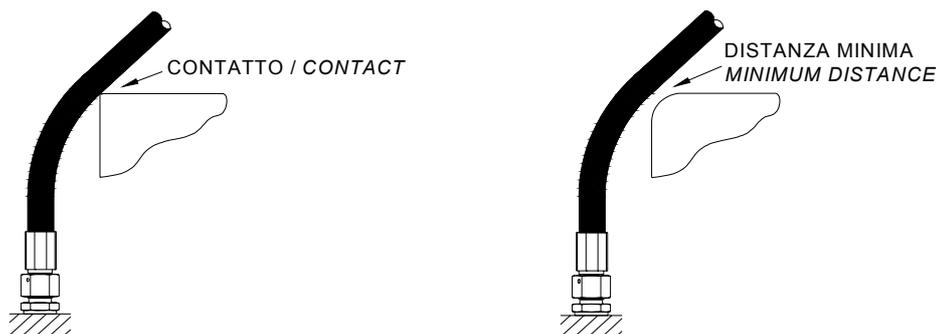

Fig.6 Montaggio errato
6. Al fine di evitare danneggiamenti del tubo flessibile causati da fattori esterni è necessario eliminare azioni meccaniche indesiderate ed impedire lo sfregamento del tubo flessibile con i componenti della struttura portante o con altri tubi. Prevedere un'opportuna posizione di montaggio dei tubi flessibili ed un fissaggio adeguato. Se necessario, proteggere il tubo flessibile con guaine o simili. Le parti con spigoli vivi devono essere coperte od eliminate (Fig.6).
Therefore, an opportune assembly position and fixing must be provided for. If necessary, protect the hoses with sheathings or similar. Parts in the system having sharp edges must be covered or removed (Fig. 6).